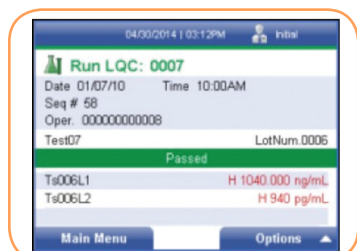

FIGURA 104
14. Una vez finalizado, el lector mostrará los resultados (Figura 104).